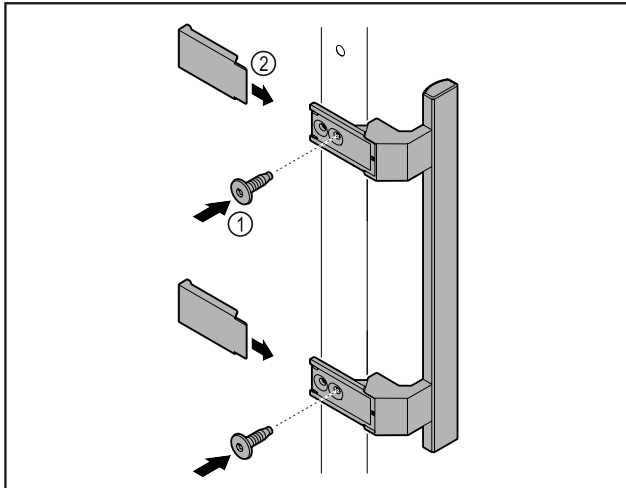

Fig. 9
- ▶ Kiinnitä oheispakkauksessa oleva kahva mukana olevilla ruuveilla Fig. 9 (1) oveen.
- ▶ Aseta suojus Fig. 9 (2) paikalleen.